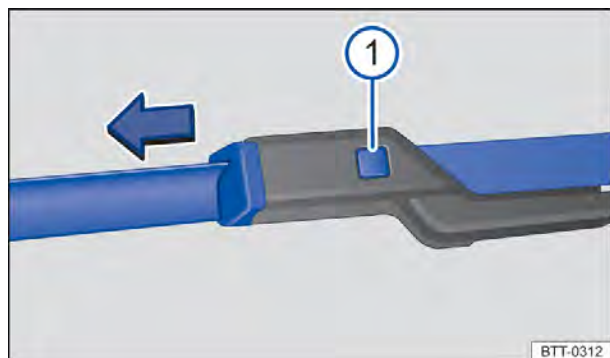

Fig. 211 Substituir as palhetas dos limpadores do para-brisa.
- Manter o botão de destravamento $\Rightarrow$ Fig. 211  pressionado e, ao mesmo tempo, puxar a palheta dos limpadores do para-brisa para fora, no sentido da seta.